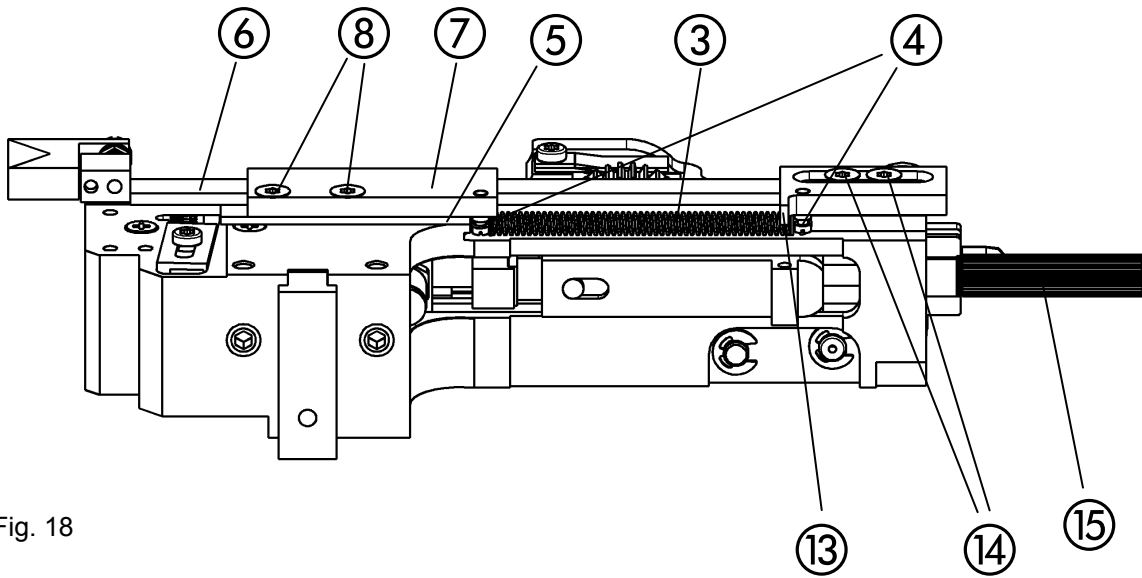

Fig. 18
- Fig. 18 -
- colgar el resorte de tracción ③ en los dos pernos de resorte ④.
- Colocar la placa distanciadora ⑤ en el cabezal cosedor.
- Para el cosido con ojales en anillo es necesaria una segunda placa distanciadora ⑤, ya que de lo contrario el trozo más largo del alambre forma cola en el prisma de centrado ⑰.
- Poner las varillas completas ⑥ con la placa guía ⑦ en la placa distanciadora y fijarla con ayuda de los dos tornillos avellanados⑧ en la caja.
- Introducir el tornillo ranurado ⑩ lateralmente en el alojamiento de la caja del remachador.
- Fijar la corredera ⑨ con el agujero alargado en el tornillo ranurado y apretarla ligeramente con la tuerca de sujeción ⑪.
- Empujar la corredera completa ⑨ contra la caja del remachador.
- Con ayuda del tornillo prisionero M5 ⑫ alinear el prisma de la corredera con el centro de la caja del remachador.
- Apretar la tuerca de sujeción ⑪.
- Fig. 18, Fig. 18a, Fig. 19 -